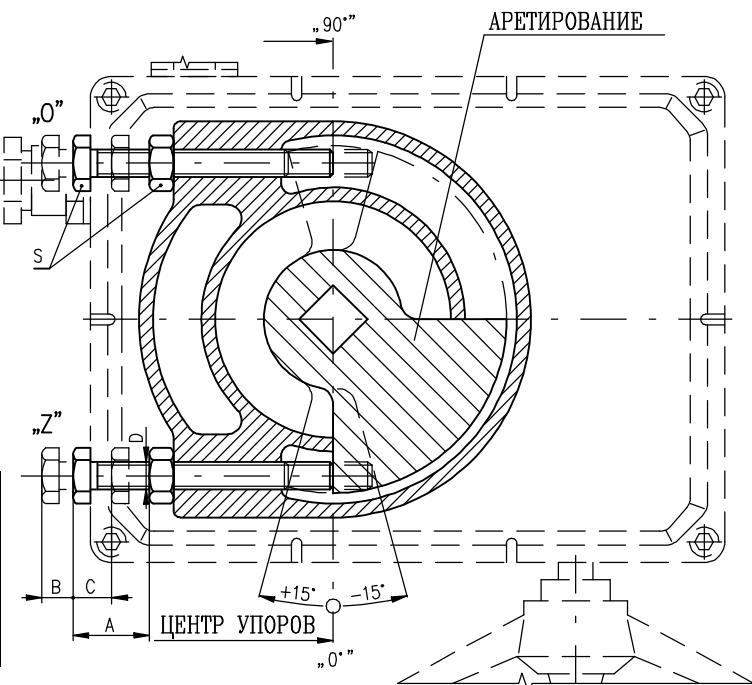

Рис. 9
4.6 Перестановка позиции рабочего угла и настройка упорных винтов (Рис.9)
Для определения позиции рабочего угла арматуры служат упорные винты, которые позволяют изменение положения из позиции "Z" (0°) и из позиции "O" ($60^\circ, 90^\circ, 120^\circ, 160^\circ$) о величину $\pm 15^\circ$ (рис.9), на котором выходный вал в позиции "Z" (закрыто) для рабочего угла 90° . Упорные винты служат к механическому ограничению положения рабочего угла для ручной эксплуатации или как конечные точки пути для моментного выключения. Поэтому выходный упор не должен наталкиваться на упорные винты во время моторной эксплуатации без настройки моментного узла. Иначе бы могло дойти к повреждению механической передачи.